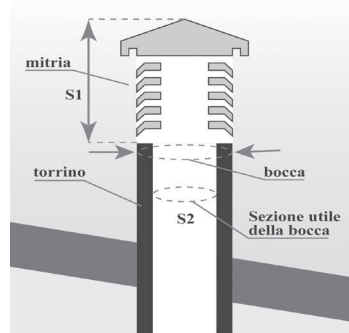

Fig. 9
**3.3.2. COMIGNOLO:** L'ultimo tratto della canna fumaria deve essere predisposto con il cosiddetto comignolo (Fig.9).